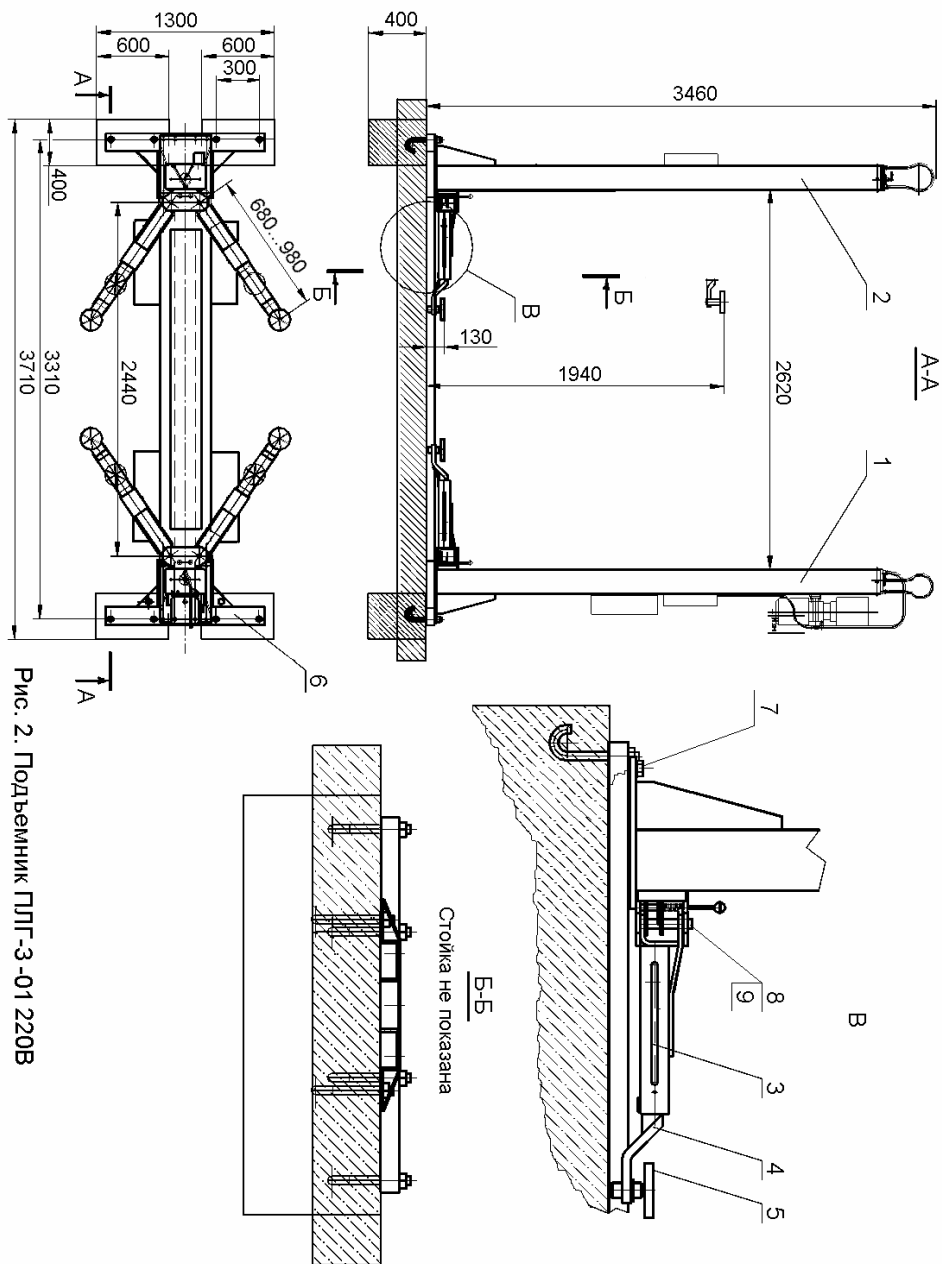

Рис. 2. Подъемник ПЛГ-3 -01 220В
4.1. Подъемник состоит из двух стоек 1 и 2, четырех балок 3 со вставками 4 и опорами 5 (см. Рис. 1 и Рис.2).
Стойки подъемника ПЛГ-3-01 220В крепятся болтами 7 к основанию 6, установленному на поверхности пола (см. Рис.2).
4.4. Балки поворотные, соединенные с каретками при помощи осей 8 (см. Рис.1 и Рис. 2) снабжены механизмами фиксации, предотвращающими самопроизвольный поворот балок с опорами на осях кареток в процессе подъема и опускания автомобиля.